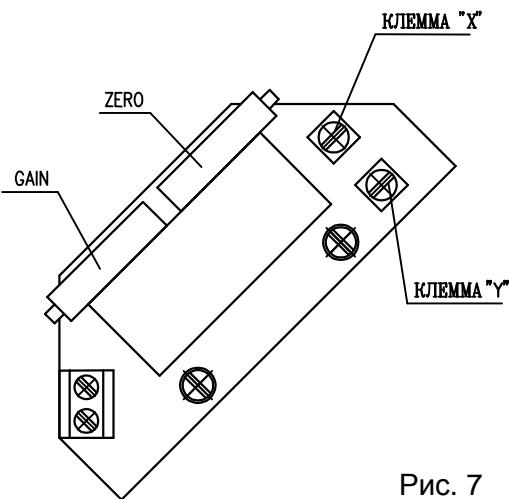

Рис. 7
4.4.1 EPV - 2-проводниковое включение (рис.7)
- Поворачиванием устанавливающегося триммера GAIN (рис.7) установите величину выходного сигнала тока, измеряемого на клеммах 81-82, на величину 20 мА.
- Установите датчик сопротивления на основании инструкций в предыдущей главе так, что величину сопротивления измеряйте на клеммах X-Y (рис.7).
- Поворачиванием устанавливающегося триммера ZERO (рис.7) установите величину выходного сигнала тока, измеряемого на клеммах 81-82, на величину 4 мА.